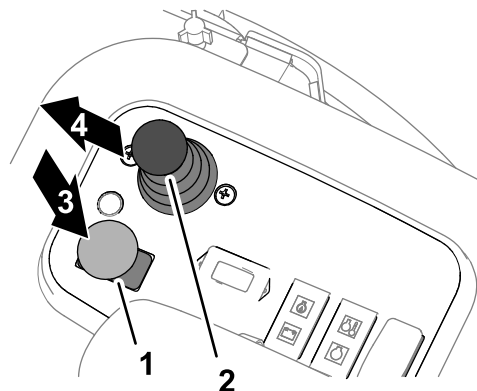

Рисунок 35
3. Переведите переключатель привода режущего блока в положение Выключить (Рисунок 35).
5. Опустите режущие блоки с помощью рычага управления опусканием для скашивания / подъемом (Рисунок 35).